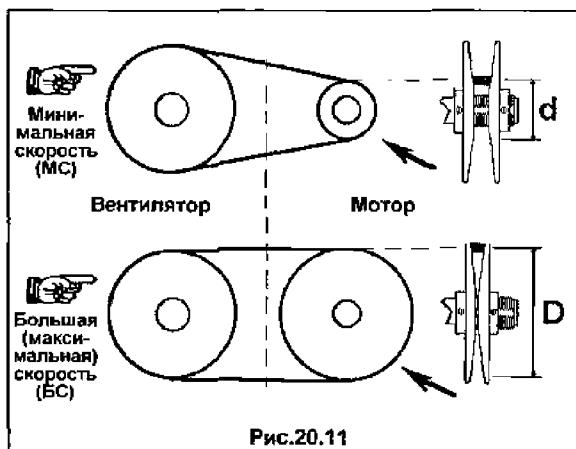

Рис.20.11
Чтобы лучше понять, как это происходит, рассмотрим вентилятор со шкивом постоянных размеров, электромотор которого оснащен регулируемым шкивом (см. рис. 20.11). Когда щеки шкива установлены на максимальном расстоянии друг от друга, диаметр желоба становится минимальным (d), в результате скорость вращения вентилятора самая низкая (MC) и расход воздуха через испаритель будет минимальным.